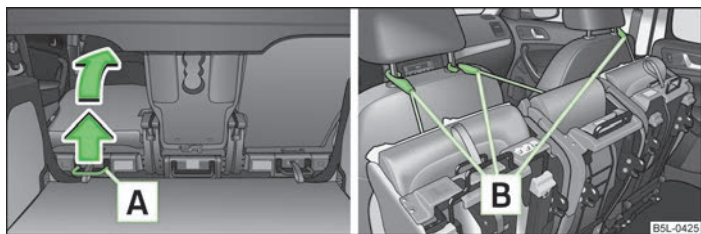

Fig. 51 Abatir completamente el asiento hacia adelante/bloquear el asiento abatido
- Tirar de la palanca **A** » fig. 51 hacia arriba y abatir el asiento completamente hacia delante.
- Bloquear el asiento abatido con ayuda del cinturón de fijación **B** en una barra guía del reposacabezas del asiento delantero » fig. 51.